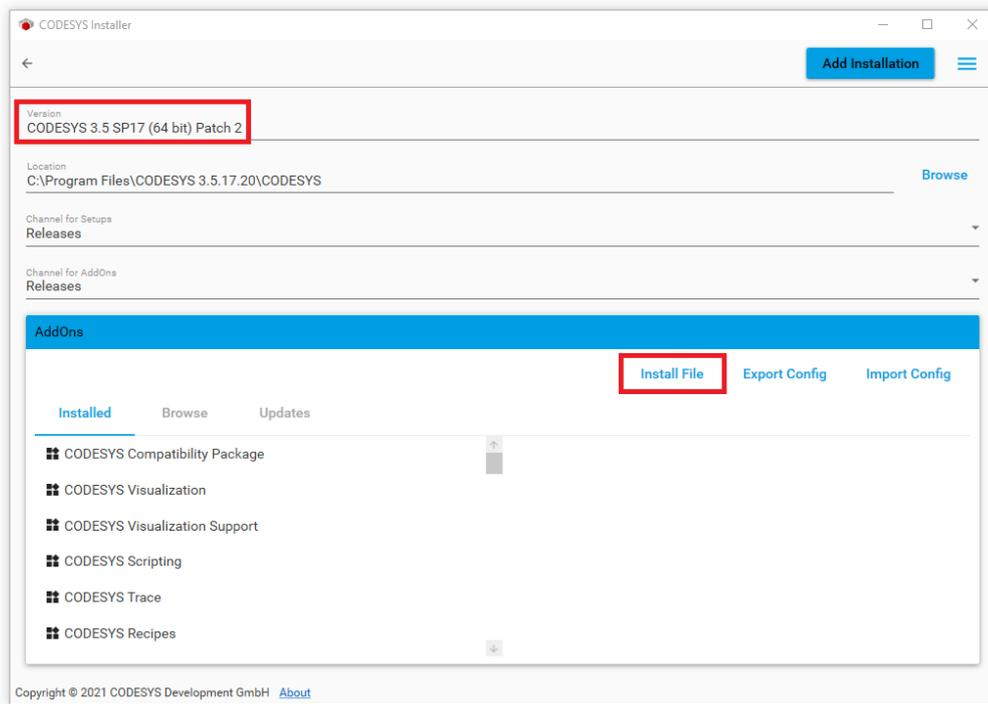

Figura 14.2: Instalación del paquete WEG para CODESYS
- 5) Será abierta una nueva ventana, donde podrá ser verificada la versión del software. Haga clic en **Install File** y busque el paquete del PLC500 bajado del sitio de WEG. Haga clic en OK y luego en Continue. El paquete será instalado. La Figura 14.2 en la página 14-3 muestra la pantalla con los datos mencionados.